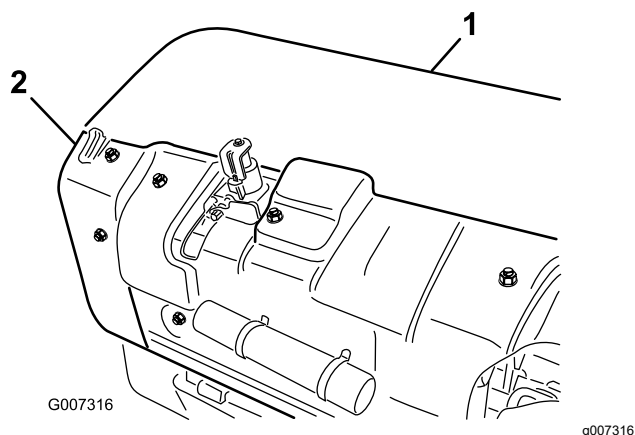

**Figura 33**
- Para comprobar la tensión de la correa, comprima el muelle tensor a una longitud de 146 mm (53/4"); consulte la Figura 33.